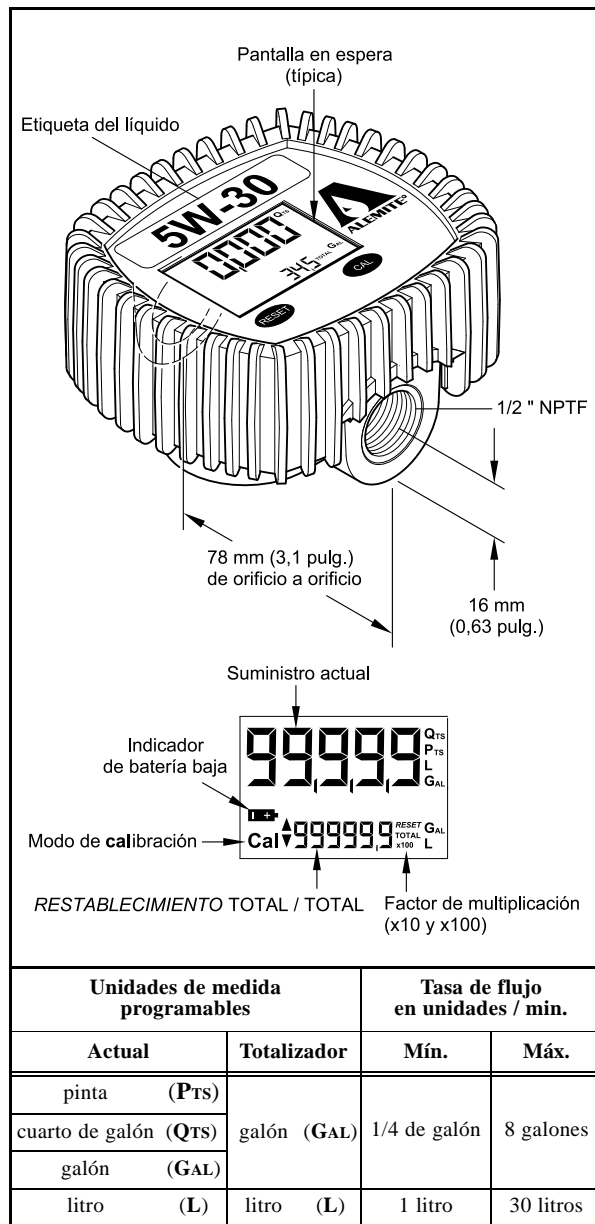

Figura 1 Medidor electrónico modelo 3679
Para poner a cero el suministro actual y **RESET TOTAL** (restablecimiento total), el medidor debe estar en espera. Consulte la **Figura 1**.
*IMPORTANTE: El medidor debe estar en espera para iniciar cualquier función de programación. Consulte la **Figura 1**.*
- La pantalla se desplaza por las unidades de medida disponibles (consulte la **Figura 1**).
Las baterías se deben reemplazar una vez que el icono de batería aparezca en la pantalla. Consulte la Figura 1.